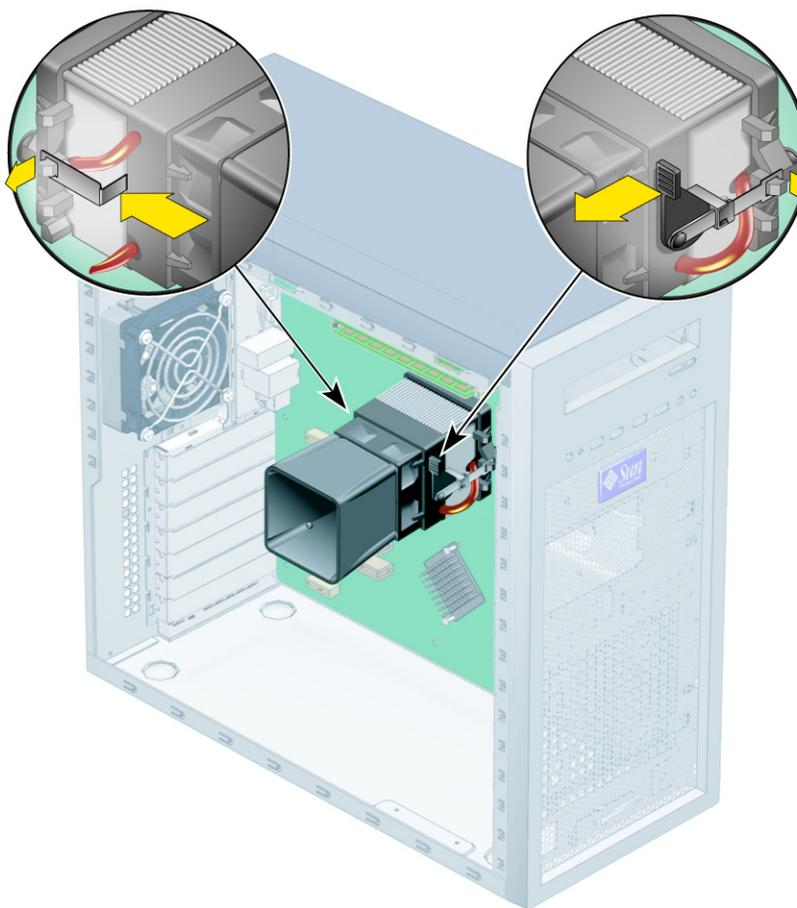

РИС. 4-35 Отсоединение блока радиатора/вентилятора
5. Поднимите чёрный рычаг справа от блока радиатора/вентилятора для отсоединения металлического фиксатора от крючка на крепёжном кронштейне (см. РИС. 4-35).
6. Нажмите на металлический фиксатор слева от блока для отсоединения этого фиксатора от крючка на крепёжном кронштейне (см. РИС. 4-35).